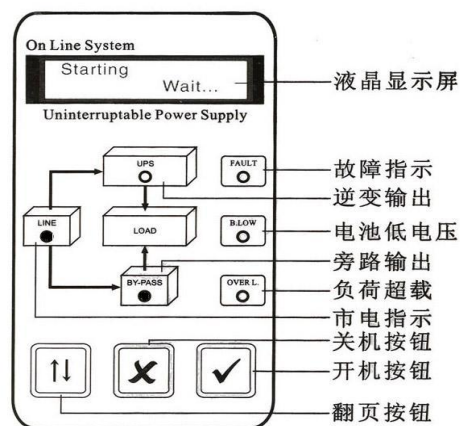

图 4.1
1. 请先将后板上电力开关“无熔丝断路器(NFB)”往上扳为 ON。前面板输入指示灯与旁路指示灯同时亮起，如图 4.1。